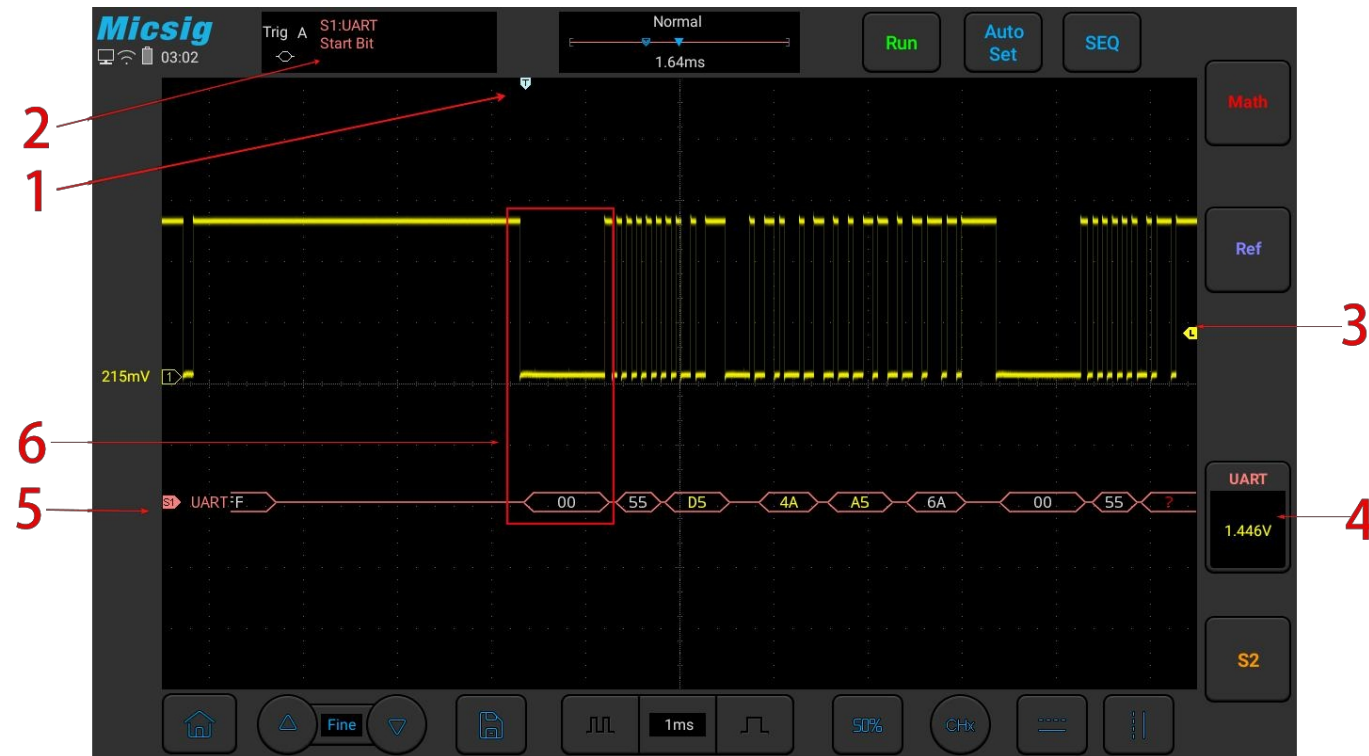

Abbildung 11-8: Grafische Benutzeroberfläche für UART
- (1) Tippen Sie auf S1, um den Dekodierkanal zu öffnen, und klicken Sie erneut auf S1, um das Buskonfigurationsmenü zu öffnen;
- (2) Wählen Sie als Bus-Typ „UART“ aus, klicken Sie auf „Ch1“, „Idle High“, „Parity None“, „8 Bit“, „19,20 kb/s“, stellen Sie die Anzeige auf „hexadezimal“ ein und schließen Sie dann das Menü;
- (3) Öffnen Sie das Einstellungsmenü für den Triggermodus, klicken Sie auf „Data“, geben Sie manuell 55 ein und drücken Sie zur Bestätigung die Eingabetaste;
- (4) Durch Anpassen des Schwellenwerts an die Amplitude des Signals kann eine stabile Triggerung des Signals erreicht werden. Die grafische Benutzeroberfläche für den UART-Trigger ist in Abbildung 11-8 dargestellt: